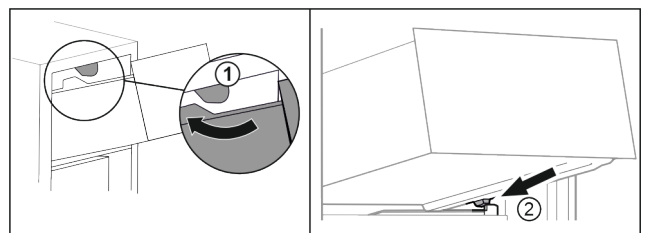

Fig. 83
- Introduzca el cajón rodeando los topos superiores. Fig. 83 (1)
- ▶ Coloque el cajón inclinado detrás de los topes inferiores sobre la nervadura para recipientes. *Fig. 83 (2)*